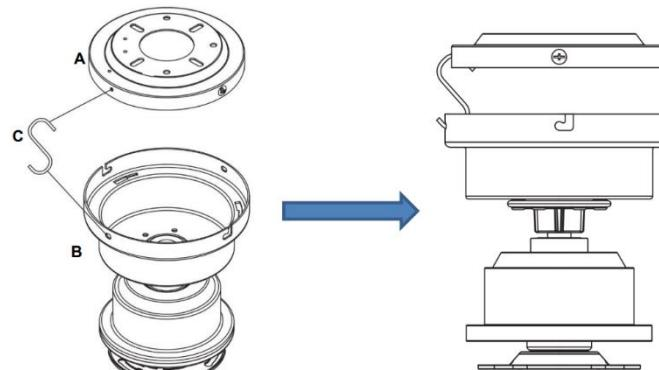

Fig. 4
- 모터 모듈(B)을 들고 배선 작업을 진행할 수 없기에 마운팅 브라켓(A)에 있는 구멍에 후크(C)를 이용하여 모터모듈을 걸어줍니다. Fig. 4